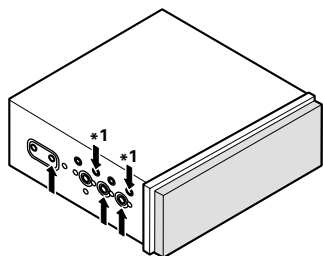
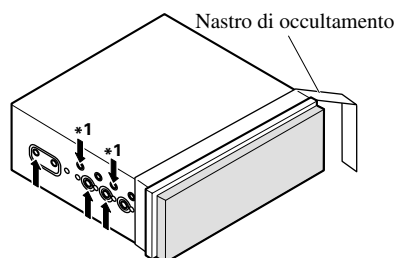
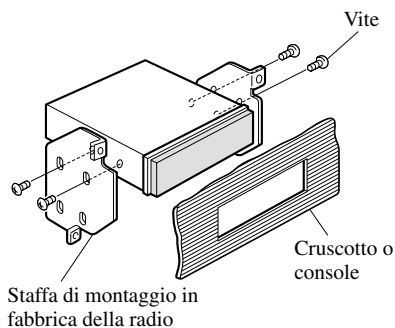

Fig. 17
Fig. 18
Fig. 19
- **Fissaggio dell'apparecchio alla staffa di montaggio della radio montata in fabbrica. (Fig. 17) (Fig. 18) (Fig. 19)**